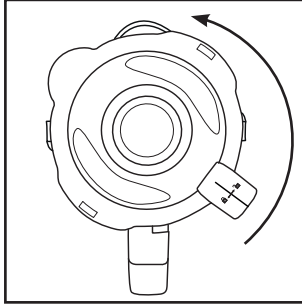

Fig. 1
- 1) Gire el vaso ③ en sentido antihorario hasta que la flecha ▼ situada bajo el asa del vaso ③ quede sobre la posición . Retire el vaso ③ del bloque motor ⑤ en posición recta hacia arriba.
- 2) Retire la tapa ②; para ello, gírela en sentido antihorario hacia la posición  (consulte la fig. 1) hasta que pueda extraerse hacia arriba.
- 3) Llene el vaso ③ como mínimo hasta la rayita inferior de la escala ⑧ y, como máximo, hasta la marca MAX. Para obtener un resultado óptimo, recomendamos las siguientes cantidades máximas de llenado: